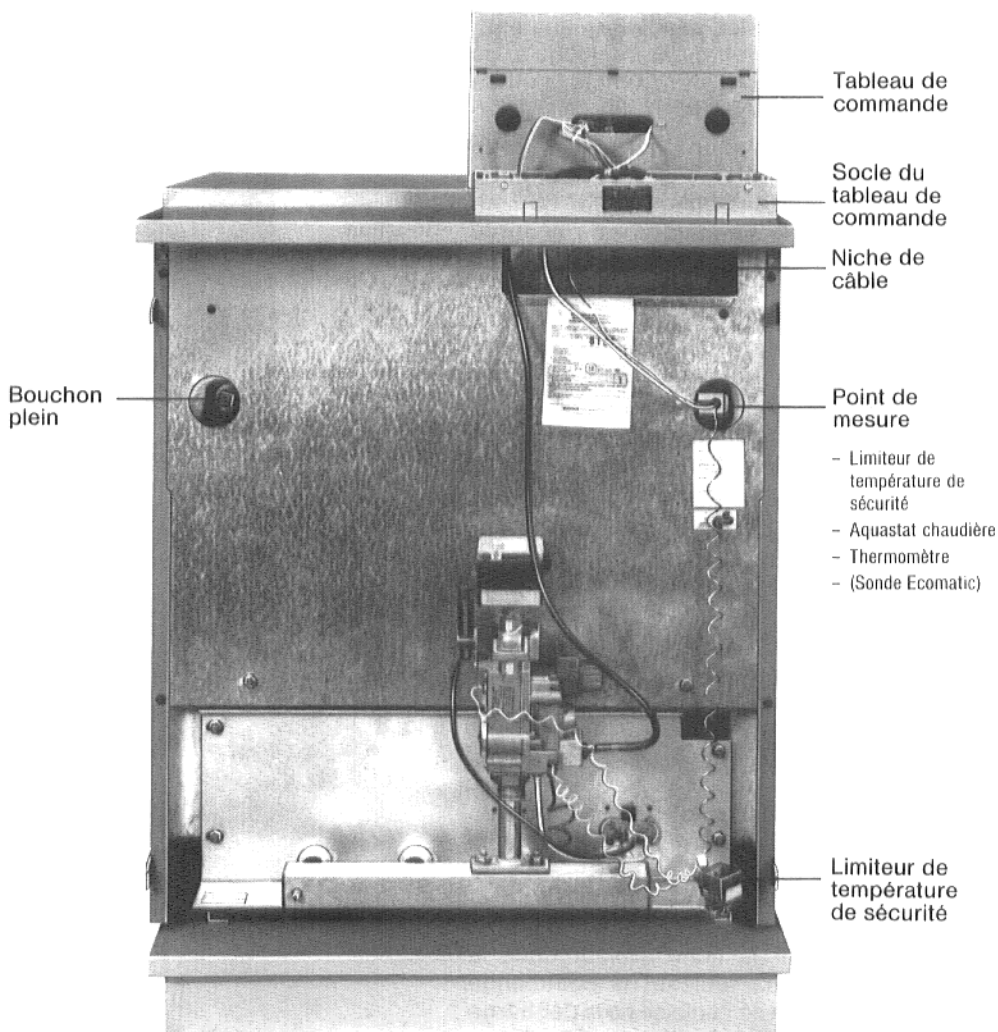

Fig. 10
2. Visser le socle du tableau de commande au capot chaudière avant (Fig. 10).
7. Mettre le dessus du tableau de commande sur le capot chaudière arrière (mettre en dessous une feuille, Fig. 10).
- Dérouler les **capillaires** des sondes de température jusqu'à ce que ceux-ci atteignent le point de mesure (Fig. 10).
Retirer l'obturateur des sondes de température et attacher la sonde en 1/4" du coffret de sécurité aux autres sondes en 1/4" (Fig. 10).
- Introduire les sondes de température dans le doigt de gant (point de mesure) jusqu'en butée (Fig. 10).
- Faire glisser les **surlongeurs des capillaires et des câbles** dans la niche se trouvant en dessous du capot chaudière (Fig. 10).